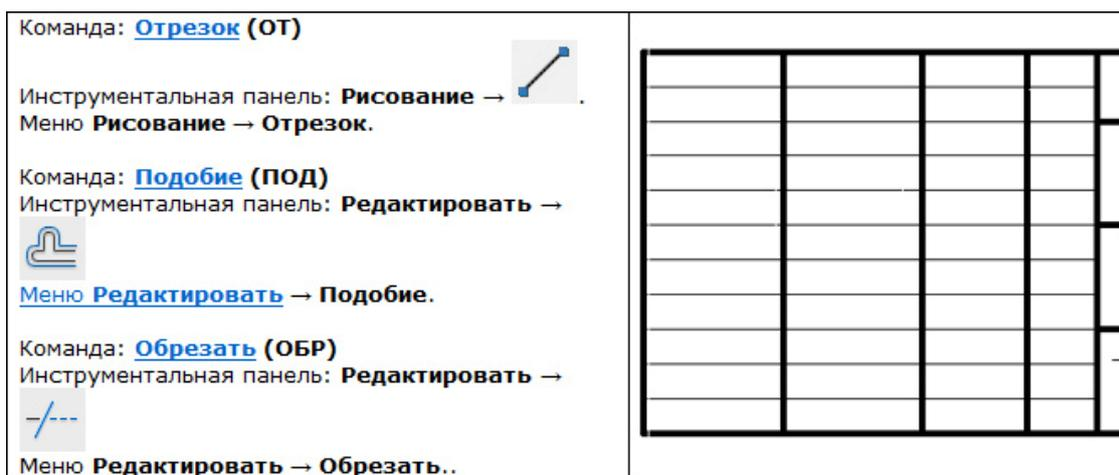

Рис. 30
7. Вычертить сплошные тонкие линии (рис.30) основной надписи формата А3 (см. рис.28).